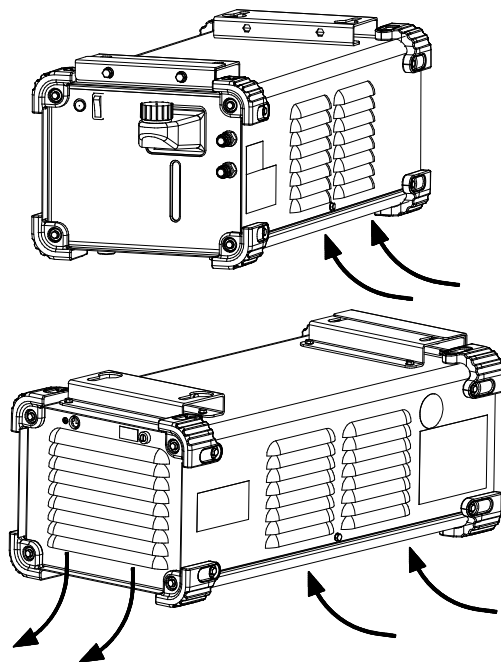

Figura 5.
- Enchufe las mangueras provistas de conectores de acople rápido (añadido al equipo) en los conectores de entrada y salida del refrigerador (Figura 5).